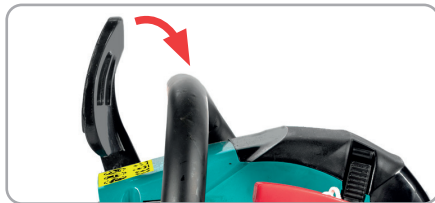

Fig.8
- Eliberati frana de siguranta prin strangerea manetei de frana spre manerul anterior (Fig.8).